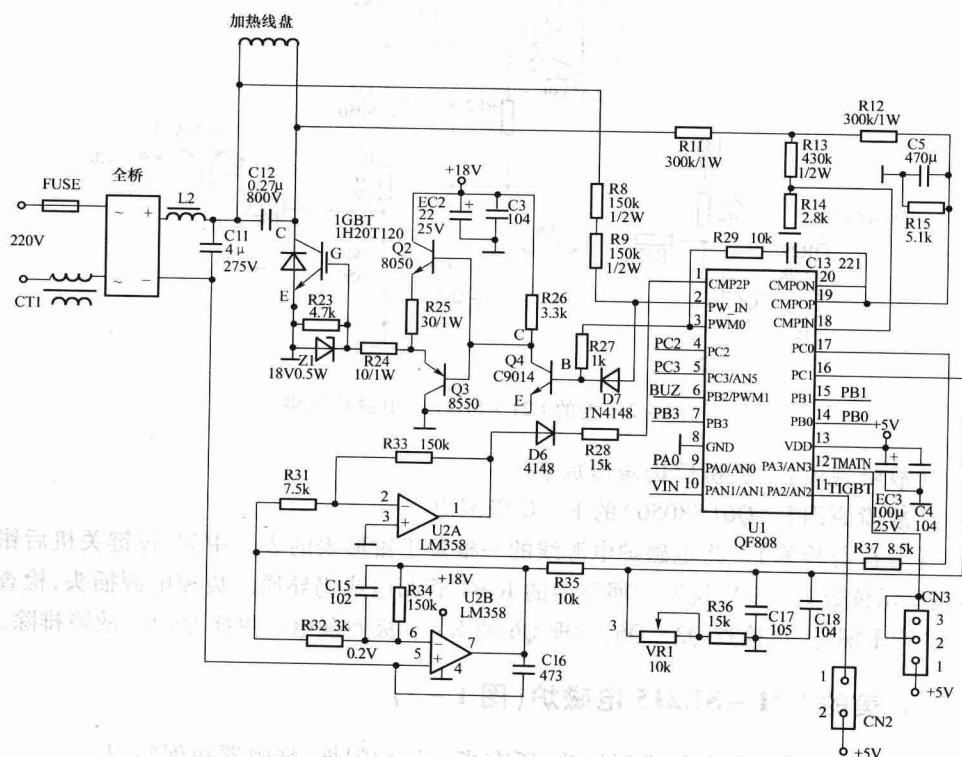

图 1-1 美的 C19 - SH1980 电磁炉电路
1. 美的 C19 - SH1980 电磁炉 (图 1-1)